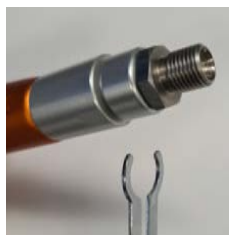

Fig.02
- 2.- Déposez le protège-mains (figure 02).